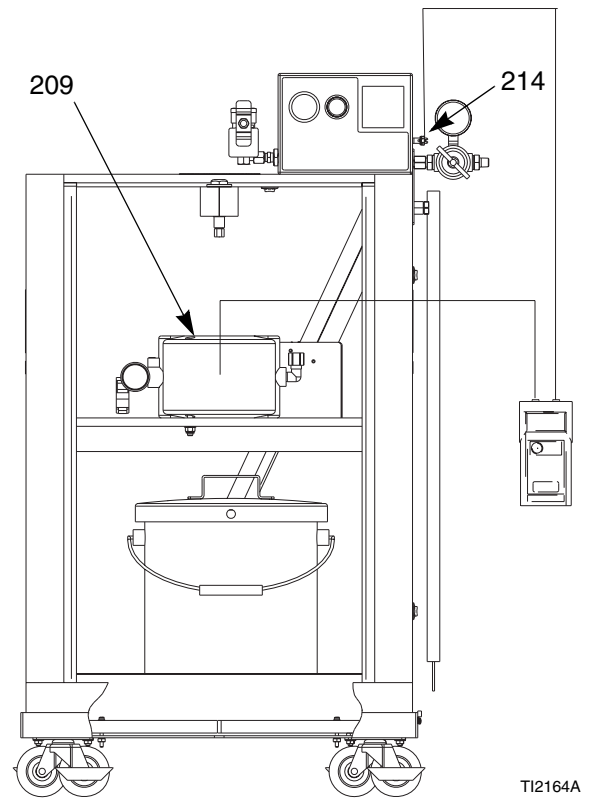

Abb. 23. Zylinder-Widerstand testen
Siehe ABB. 23. Die Gehäusetür entfernen. Mit einem Ohmmeter den Widerstand zwischen der Pumpe (209) und der Erdungsöse (214) testen. Der Widerstand muß unter 100 Ohm liegen. Wenn der Widerstand mehr als 100 Ohm beträgt, muß der Erdungszylinder ausgetauscht werden.